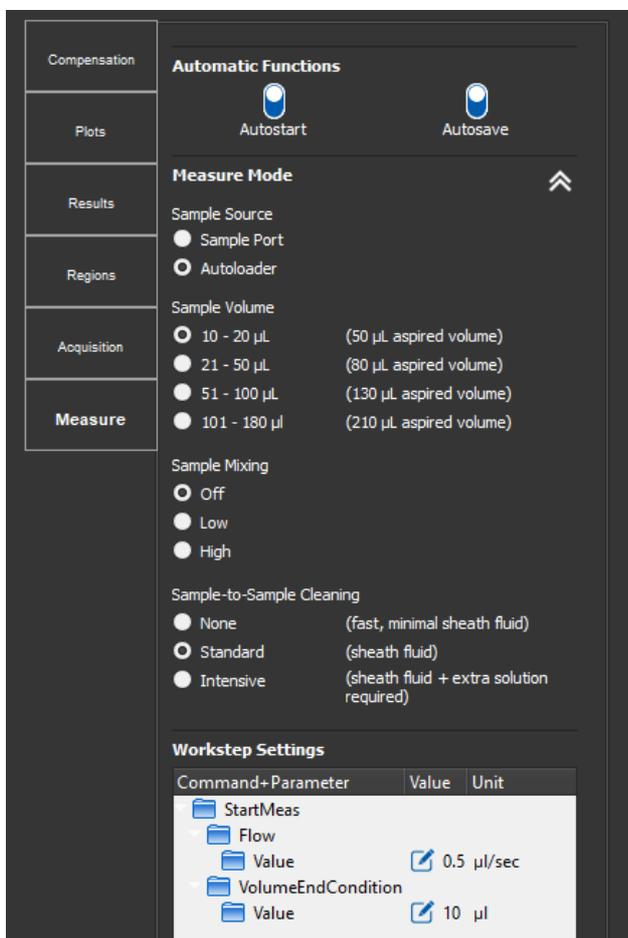

Abbildung 18. Einstellungen des Cube 6 zur Messung
4. Überprüfen Sie unter *Einstellungen*  → *Measure*, ob die Parameter wie in Abbildung 18 dargestellt eingestellt sind.